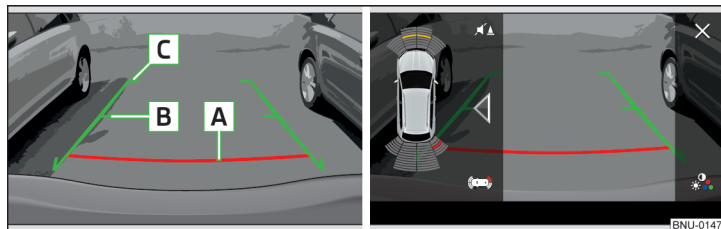

Fig. 271 Pantalla del Infotainment: Líneas de orientación / Superficies funcionales
**Distancia de las líneas de orientación detrás del vehículo » fig. 271**
**Superficies de función » fig. 271**